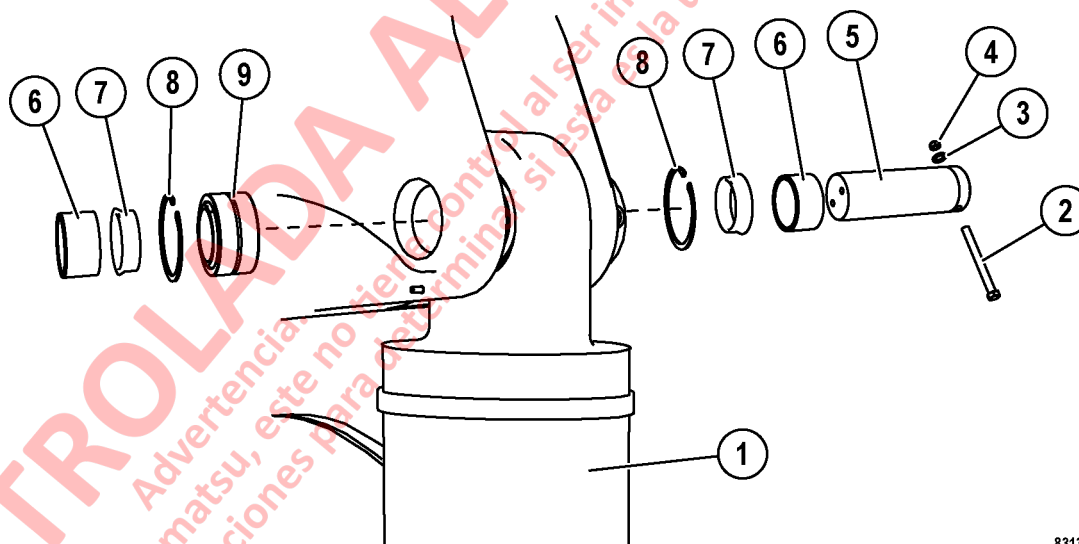
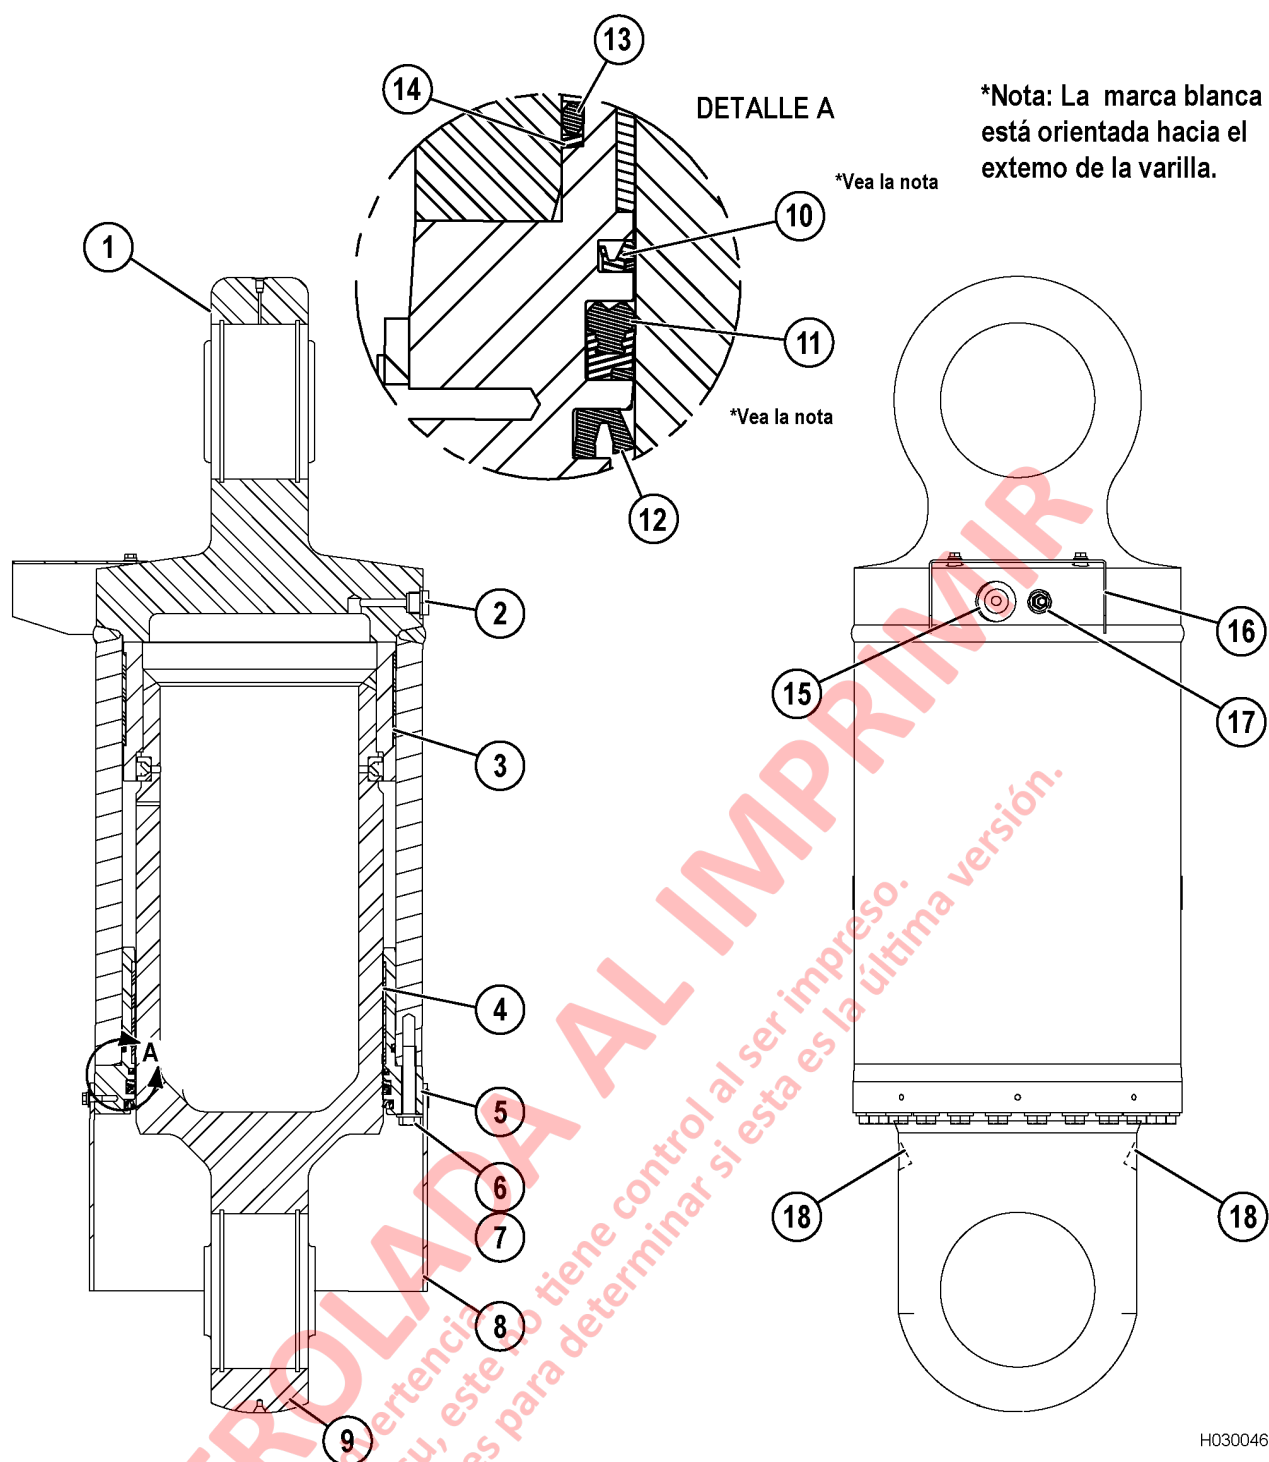

FIGURA 3-4. INSTALACIÓN DEL PASADOR DEL CILINDRO DE LA SUSPENSIÓN TRASERA.
FIGURA 3-5. CONJUNTO DE LA SUSPENSIÓN TRASERA
- 8. Saque la tuerca de seguridad (4, Figura 3-4), la arandela plana (3) y el perno de seguridad (2) de los pasadores superiores e inferiores del cilindro de la suspensión a desmontar.
14. Saque el pasador (5, Figura 3-4) del montaje inferior.
1. Inspeccione las camisas de la cavidad de montaje (6, Figura 3-4) y los espaciadores del buje en busca de daño y desgaste. Compruebe el ajuste de los pasadores en los orificios antes de instalar la suspensión. Reemplace las piezas dañadas o desgastadas.
3. Ubique la argolla de la suspensión superior y la rótula entre los cáncamos en el chasis, como se muestra en la Figura 3-4. Oriente el cilindro de manera que la válvula de carga quede frente al cilindro de la suspensión del lado opuesto, como se muestra en la Figura 3-1.
5. Alinee el orificio en el pasador (5, Figura 3-4) con el orificio de la cavidad de montaje. Introduzca el pasador lo suficiente para mantener su posición.
6. Inserte el espaciador del buje (7) y continúe introduciendo el pasador a través de la rótula. Inserte el espaciador restante y continúe introduciendo el pasador hasta que el orificio en la caja del eje esté alineado con el del pasador.
7. Instale el perno de seguridad (2), la arandela plana (3) y la tuerca de seguridad (4). Si necesita más alineación de los orificios, instale una herramienta de extracción en el pasador. Utilice la herramienta y una llave para tubos u otro dispositivo adecuado para alinear los orificios. Apriete la tuerca de seguridad a **68 N·m (50 ft lb)**.
2. Retire la cubierta de acceso superior (16, Figura 3-5). Retire la válvula de carga (17). Retire y deseche el O-ring de la válvula de carga.
3. Retire el sensor de presión (15).
4. Con la suspensión en posición vertical (vástago del pistón hacia abajo), retire el tapón de drenaje (18) y drene el aceite de la suspensión. Un cilindro de la suspensión trasera cargado correctamente contiene 54,5 litros (14,4 galones) de aceite.
5. Gire el cilindro en 180°. Retire todos los tornillos (6) y las arandelas (7). Saque el vástago del pistón (9) de la caja (1).
6. Saque el retén del buje (5) del pistón. Retire el buje (4). Retire los sellos, el O-ring y el anillo de respaldo del retén del buje (5). Deseche el O-ring y el anillo de respaldo.
7. Saque el buje (3) del pistón.
8. Si es necesario reemplazar las rótulas (9, Figura 3-4), retire los anillos de retención (8) y presione las rótulas desde la cavidad del cilindro.
1. Si se desmontó, instale la rótula (9, Figura 3-4) en el anillo del vástago del pistón y la caja del cilindro.
2. Instale los anillos de retención (8) para asegurar los bujes.
3. Instale el sello barredor (12, Figura 3-5), el sello de doble labio (11), el sello amortiguador (10), el O-ring (13), el anillo de respaldo (14) en el retén del buje (5).
NOTA: Consulte la ilustración de la instalación del sello y los detalles (Figura 3-5) para la orientación adecuada.